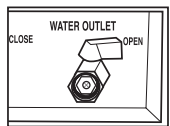

Fig. 7
2. Abra (posición “OPEN”) la válvula de desagüe (“WATER OUTLET”) para vaciar la cuba (Fig. 7).